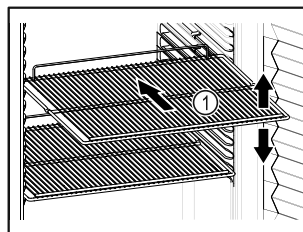

Fig. 53
- Ako su rešetke za polaganje Fig. 53 (1) pomične, prilagodite ih po visini.